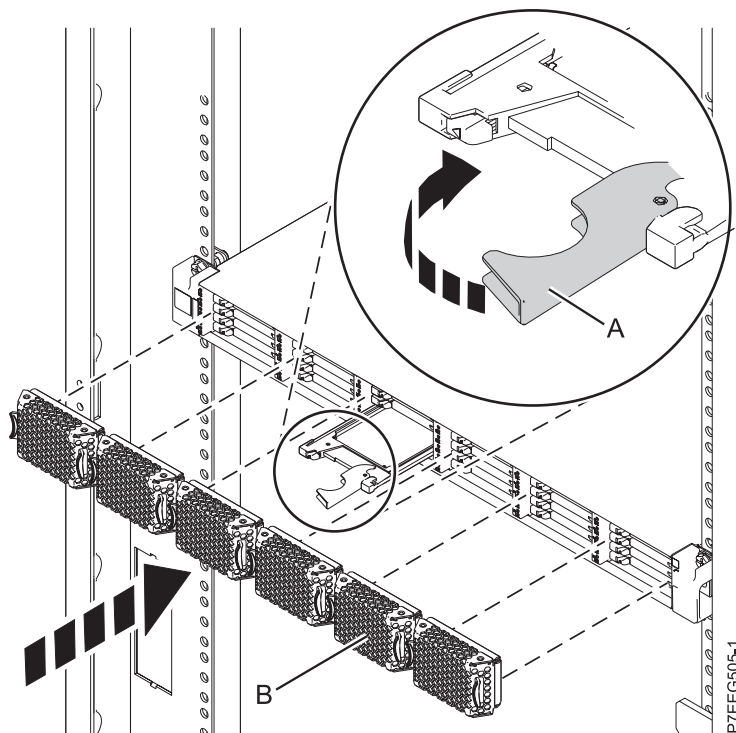

Figura 20. Sustitución de una unidad de estado sólido en Alojamiento de almacenamiento PCIe de EDR1.
4. Cuando parpadee el LED de identificación de la unidad de estado sólido, deslice la unidad de estado sólido hasta el fondo de Alojamiento de almacenamiento PCIe de EDR1 y asegúrese de que queda totalmente encajada. A continuación, gire el asa (A) hasta la posición de bloqueo. Consulte Figura 20 en la página 33.
5. Instale la placa frontal (B).